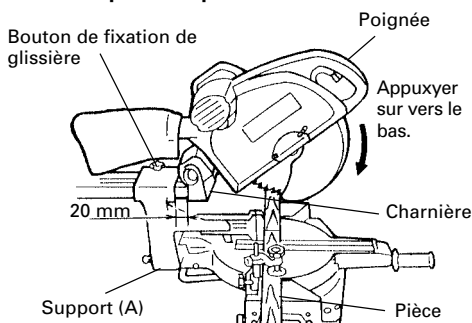

Fig. 20
Glisser la charnière sur le support (A), et serrer le bouton de fixation de glissière comme indiqué à la Fig. 20.